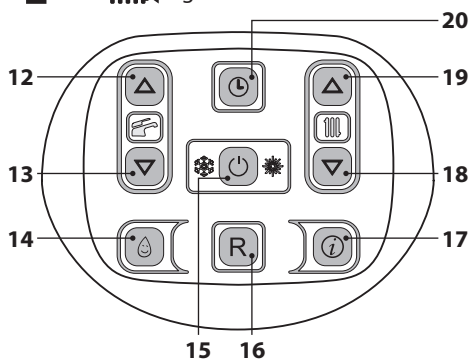

Figura 6.6
- Tenere premuto per 2 secondi il tasto 15 fino a far apparire sul display entrambe i simboli e (Figura 6.6).
- Spegnerne la caldaia tenendo premuto per 2 secondi il tasto 15 (Figura 6.6) fino a far apparire sul display LCD il simbolo - - - - (Figura 6.5).